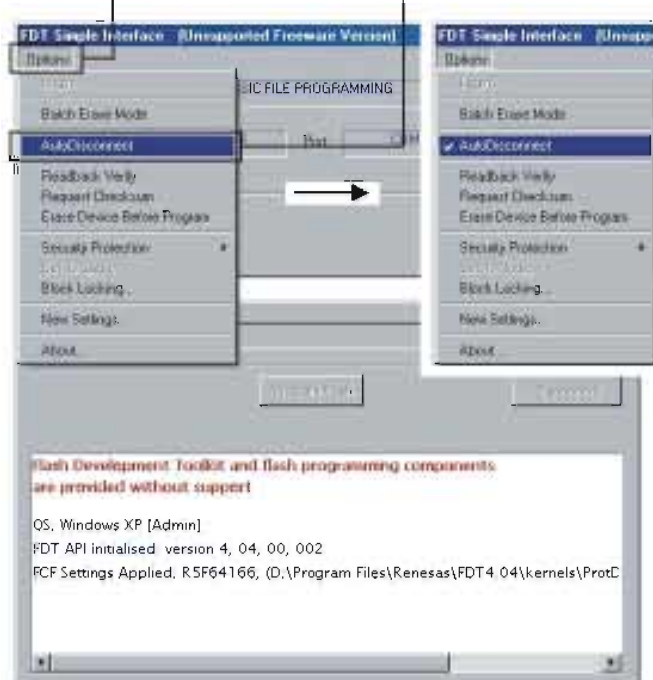

Fig. 9
9. Click [Options] to select the AutoDisconnect. (Fig. 9)
9. [オプション] をクリックして自動切断を選択します。(Fig. 9)